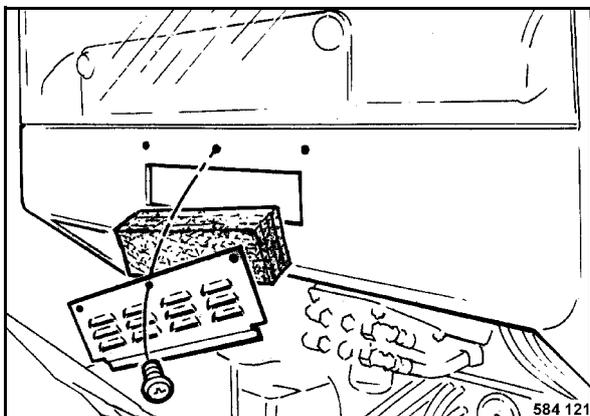

Рис. 197
- Вывинтить крепежные винты вентиляционной решетки (Рис. 197) и вынуть фильтр.